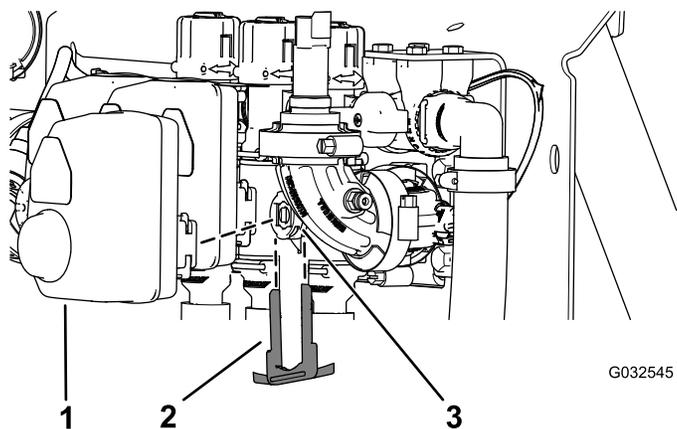

Рисунок 112
2. Снимите держатель, который крепит привод к коллекторному клапану секции или клапану перемешивания (Рисунок 112).